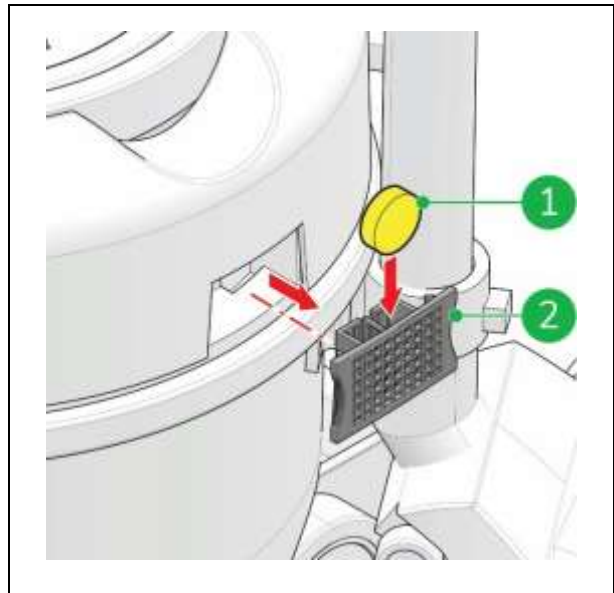

Figure 25
1. Retirez le porte-capsule (fig. 25, pos. 2) du capot de l' Dry Plus .
3. Insérez la nouvelle capsule de parfum (fig. 25, pos. 1).